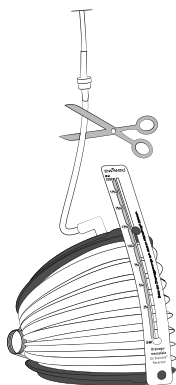

fig. 1
4. Klip nu slangen over under kontraventilen* (fig.1). Kassér det afskårne stykke slange inkl. klemmen og adgangsspidsen. Brug om nødvendigt den dertil forberedte klud. For at kunne spole væsken i beholderen ud i toiletet, skal du placere beholderen på hovedet, så åbningen af slangen vender nedad over toiletet. Ved at klemme på beholderen begynder tømningsprocessen.